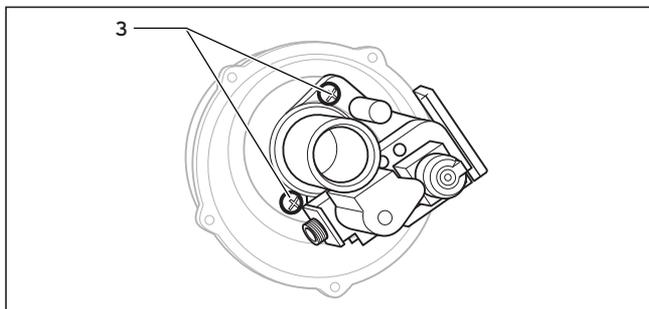

Рис. 8.4 Газовая арматура
- Отпустите 2 крепежных винта (3) на газовой арматуре и снимите вентилятор с газовой арматуры (рис. 8.4/8.5).
- Отпустите 2 крепежных винта (3) на газовой арматуре и снимите газовую арматуру с вентилятора (рис. 8.4).